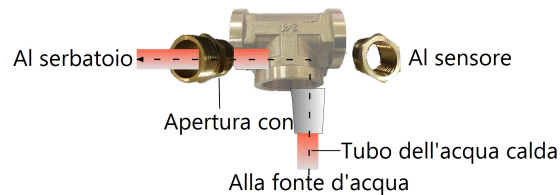

Figura 3: Collegamento del raccordo a T
2. Collegare il raccordo a T al serbatoio dell'acqua (Vedere Figura 3):